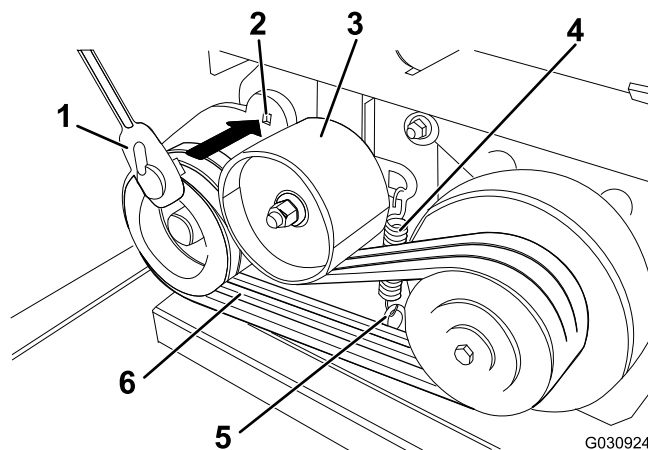

Figura 54
2. Controllate le condizioni della cinghia (Figura 54).
- B. Per allentare la tensione della cinghia, inserite una chiave a tubo nel foro quadrato nel braccio tendicinghia e ruotate la chiave verso l'alto (Figura 54).